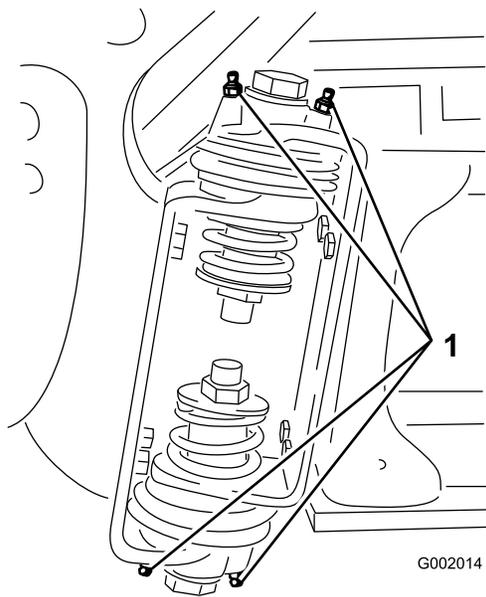

图 68
2. 将润滑脂通过黄油嘴打入到各个轴承或轴套中(图 68)。